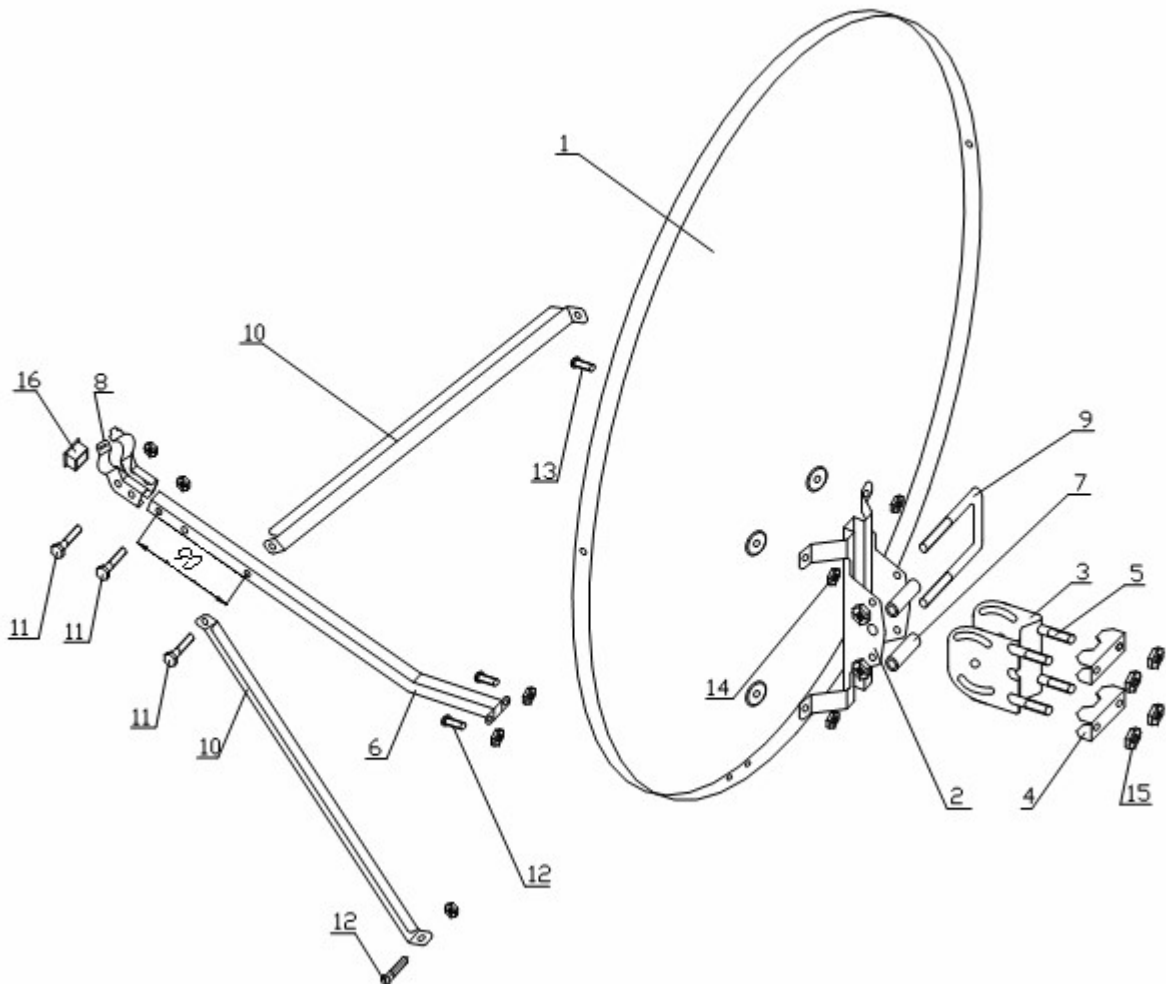

Рис.2
Сборка антенны производится в соответствии с рис. 2.
3. Закрепить дугу конвертородержателя на отражателе винтами М6х16 (поз.12, см.Рис.2).
4. Установить растяжки, для чего закрепить один конец растяжки на отражателе винтом М6х16 (поз.12), а другой конец на дуге конвертородержателя болт М6х35 (поз.11, см.Рис.2). Закрепить гайками.
5. Установить держатель облучателя (поз.8) вместе с облучателем на дуге конвертородержателя, для чего: вставить выступ на левой половине конвертородержателя в паз на правой половине конвертородержателя, обхватить ими облучатель и закрепить все в сборе на дуге конвертородержателя болт М6х35 (поз.11) и гайкой М6. Установить дополнительно болт М6х35 (Рис.2, поз.11). Сильно не затягивать.